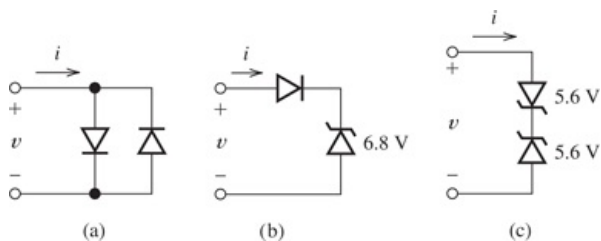

Figure P9.6
***P9.6.** Esquissez i contre v à l'échelle pour les circuits représentés dans Figure P9.6 . La panne inversée